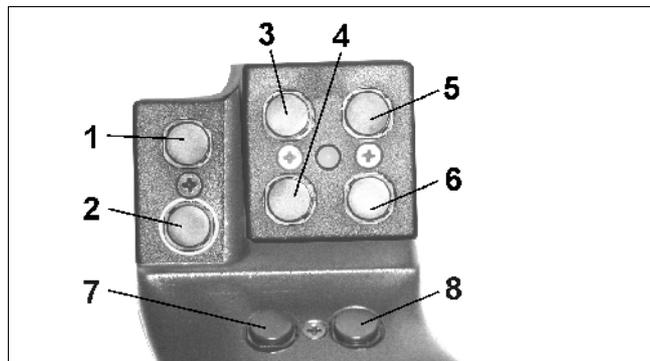
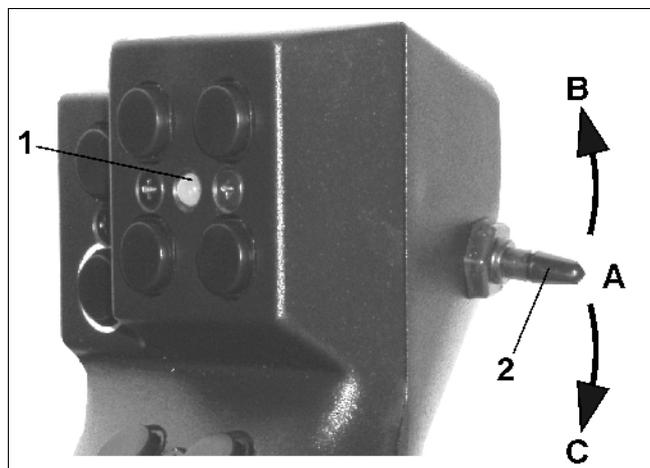

Fig. 88
Fig. 89
AMATRON⁺ -käyttöpäätteen käyttöä varten monitoimikahvassa (Fig. 88) on kahdeksan painiketta (1–8). Painikkeiden asetusta voidaan muuttaa kolmella eri tavalla kytkimen (1–8) (Fig. 89/2) avulla.
- keskellä (Fig. 89/A) ja se voidaan kääntää
- ylös (Fig. 89/B) tai
- alas (Fig. 89/C).
LED-valo (Fig. 89/1). ilmoittaa kytkimen asennon.